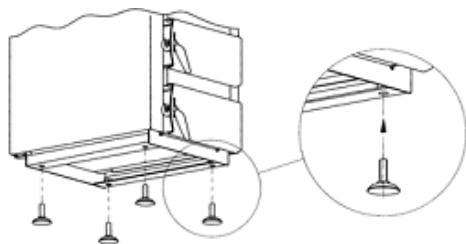

Рис. 6 Опоры котла, регулируемые по высоте
- Котел устанавливается горизонтально и вертикально по уровню. Для выравнивания котла служат 4 опоры с регулированием по высоте (прилагаются к комплекту поставки), которые можно винтить в резьбовые отверстия рамы-основания котла (Рис. 6).